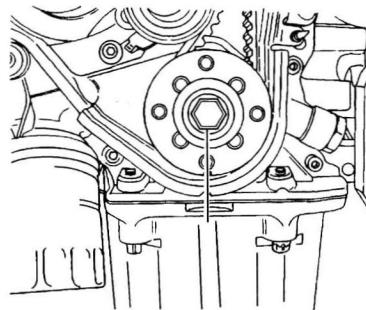
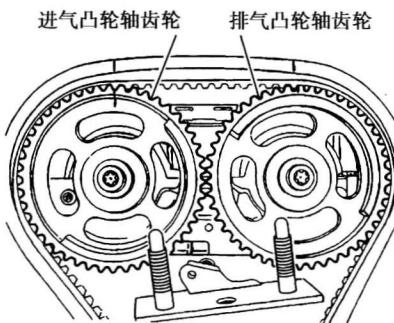

图 1-1-5 曲轴齿轮正时标记对准后正时皮带罩底部缺口
图 1-1-6 进气和排气凸轮轴齿轮对准标记
14. 用曲轴齿轮螺栓，顺时针转动曲轴，直到曲轴齿轮上的正时标记对准后正时皮带罩底部的缺口（图 1-1-5）。曲轴齿轮必须对准气门室盖上的缺口，否则会损坏发动机。进气凸轮轴齿轮对准进气凸轮轴齿轮标记，排气凸轮轴齿轮对准排气凸轮轴齿轮标记（图 1-1-6）。
1. 参见图 1-1-5，将曲轴齿轮上的正时标记对准后正时皮带罩底部的缺口。
2. 参见图 1-1-6，对准凸轮轴齿轮上的正时标记。